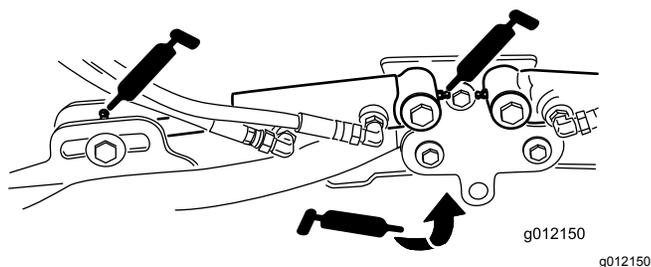

Рисунок 63
- Цилиндры подъемных рычагов режущего блока (по 2 шт.) (Рисунок 63).